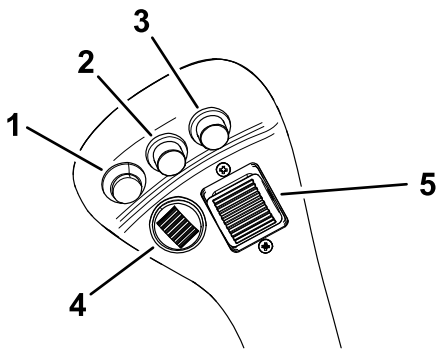

Figure 19
- Pour utiliser un accessoire hydraulique en marche avant, appuyez sur le bouton droit (Figure 19).
- Pour utiliser un accessoire hydraulique en marche arrière, appuyez sur le bouton central (Figure 19).
- Pour arrêter l'accessoire hydraulique, appuyez sur le bouton gauche (Figure 19).
Tournez la molette de commande en avant pour déployer les bras de la chargeuse (Figure 19) et en arrière pour rétracter les bras.